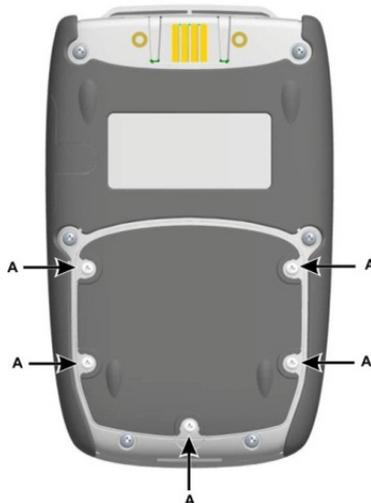

Abbildung 1-3: Einsetzen des Akkus
1. Entfernen Sie die fünf Pozidriv-Schrauben (A), siehe Abbildung 1-3.